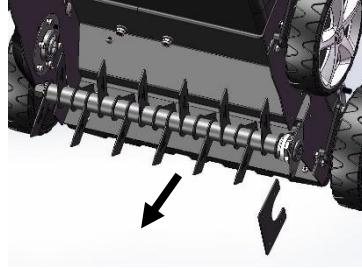

Fig.11B
1. Retire los cuatro tornillos. (Fig.11B)